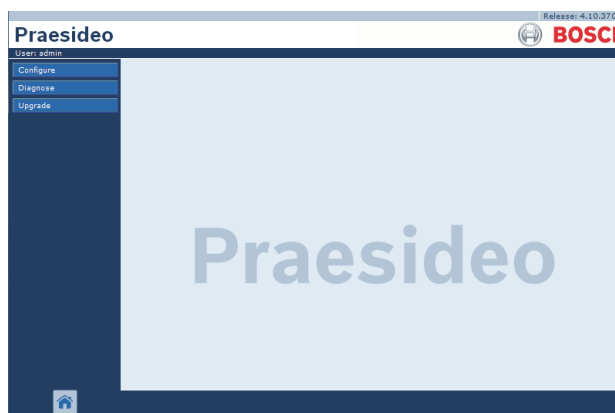

figura 37.8: Pagina di avvio dell'interfaccia web.
- 5 Inserire il nome utente nel campo *User Name*, inserire la password nel campo *Password* e fare clic su *OK* per aprire l'interfaccia web. Appare una schermata simile a quella in figura 37.8.